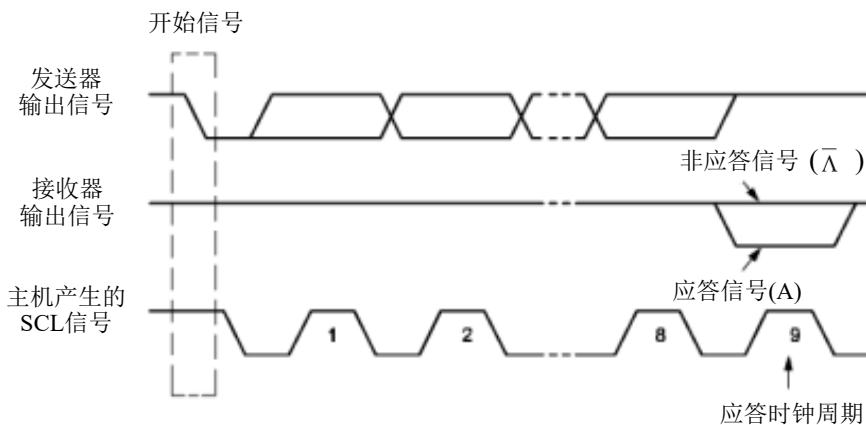

Figure 15-5 IIC 总线的应答信号
重新开始信号 (Repeated START)：在 IIC 总线上，由主机发送一个开始信号启动一次通信后，在首次发送停止信号之前，主机通过发送重新开始信号，可以转换与当前从机的通信模式，或是切换到与另一个从机通信。如 Figure15-5 所示，当 SCL 为高电平时，SDA 由高电平向低电平跳变，产生重新开始信号，它的本质就是一个开始信号。
应答信号 (A)：接收数据的 IIC 在接收到 8 位数据后，向发送数据的 IC 发出的特定的低电平脉冲。每一个数据字节后面都要跟一位应答信号，表示已收到数据。应答信号在第 9 个时钟周期出现，这时发送器必须在这一时钟位上释放数据线，由接收设备拉低 SDA 电平来产生应答信号，由接收设备保持 SDA 的高电平来产生非应答信号 (\bar{A})，如 Figure15-5 所示。所以，一个完整的字节数据传输需要 9 个时钟脉冲。如果从机作为接收方向主机发送非应答信号，这样，主机方就认为此次数据传输失败；如果是主机作为接收方，在从机发送器发送完一个字节数据后，发送了非应答信号，从机就认为数据传输结束，并释放 SDA 线。不论是以上哪种情况都会终止数据传输，这时，主机或是产生停止信号释放总线，或是产生重新开始信号，开始一次新的通信。开始信号、重新开始信号和停止信号都是由主控制器产生，应答信号由接收器产生，总线上带有 IIC 总线接口的器件很容易检测到这些信号。